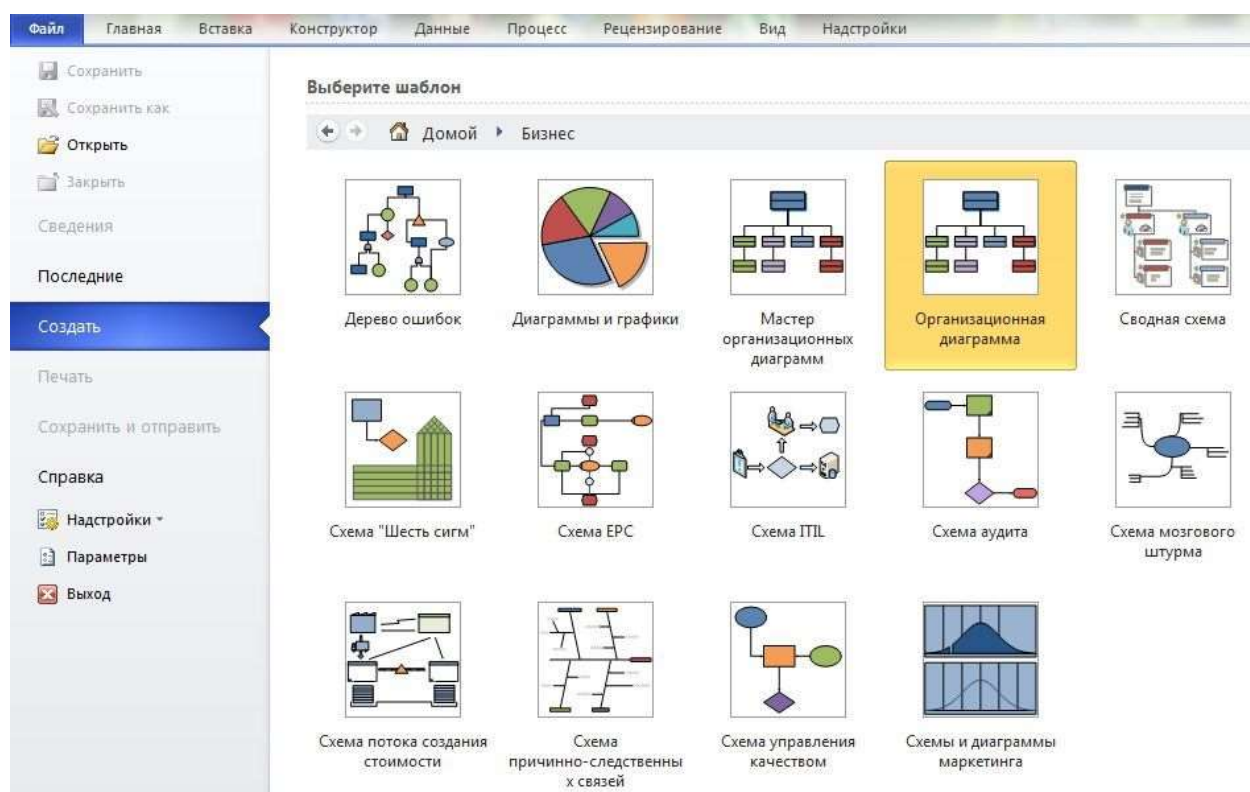

Рис. 1.1. Типы диаграмм MS Visio
- MS Visio: Закладка Файл; Создать; Категории шаблонов: Бизнес; Организационная диаграмма (см. Рис.1.1) или Мастер организационных диаграмм.